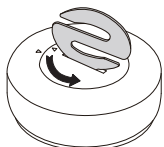

Abb.1
---Drehen Sie den Batteriedeckel mit dem Schraubenschlüssel gegen den Uhrzeigersinn (Abb. 1) und nehmen Sie ihn ab.